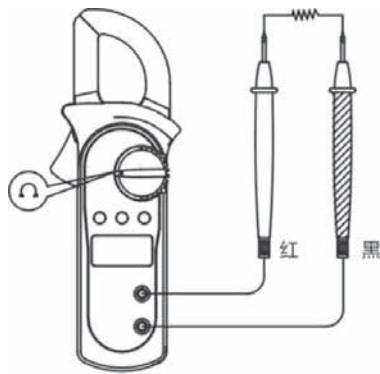

图5
3. 电阻测量 (Ω) (见图 5)
4. 二极管测量 (▶) (见图 5)